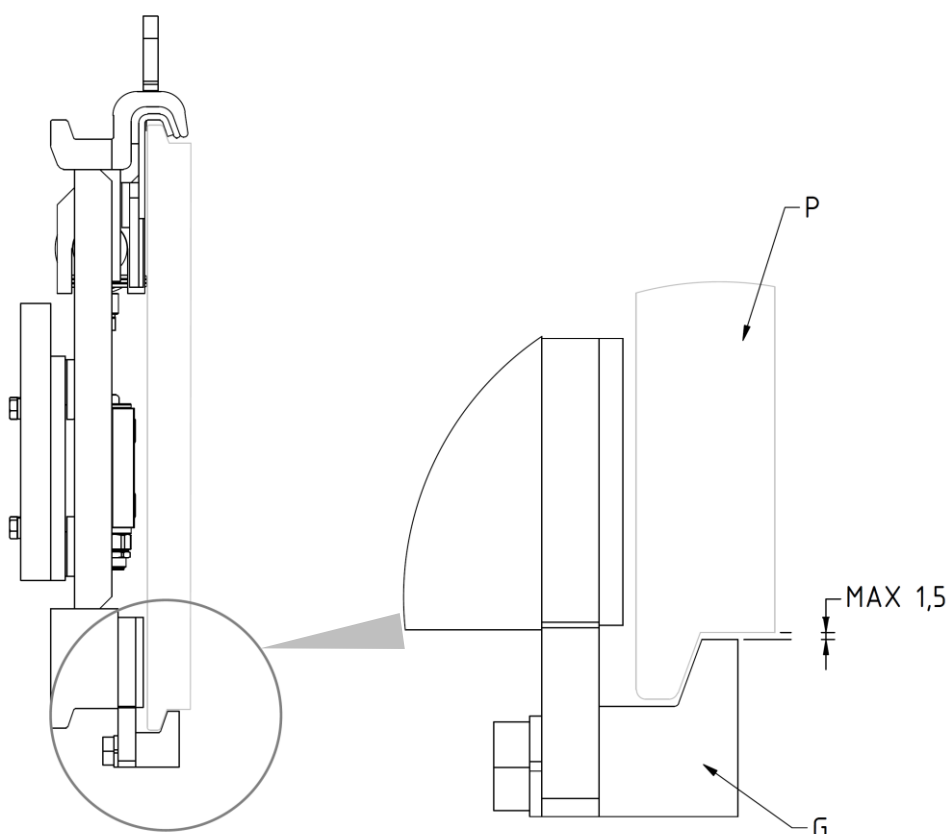

Figura 9
8. Riavvitare i 2 ganci inferiori **G** in modo che il corpo di questi rimanga agganciato anche inferiormente alla piastra porta forche **P** (con gioco max. 1,5mm, vedi *Figura 9*), serrando con coppia di serraggio indicata nella *Tabella 4*.